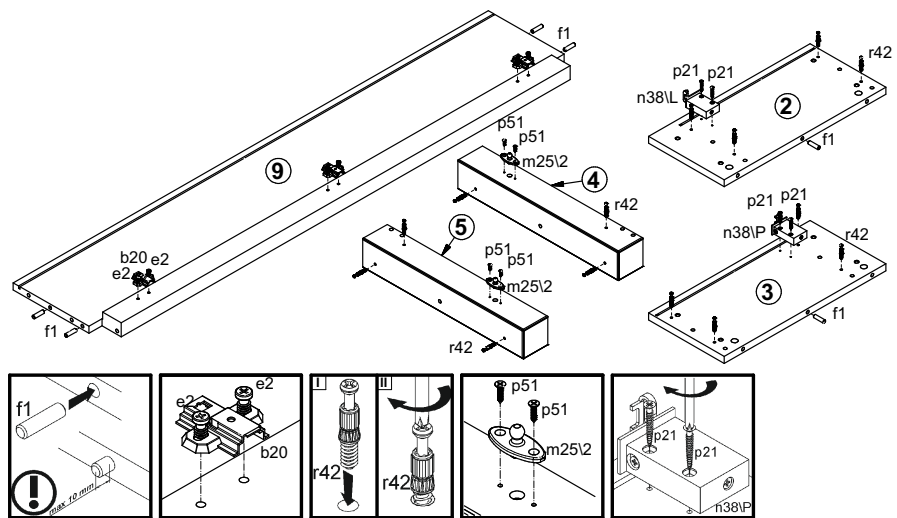

Рисунок 2
3. В отверстия  $\varnothing 5$  мм на нижней поверхности щита **9** закрепить направляющие петель **b20** еврошурупами **e2** (см. рис. 2).
4. В отверстия  $\varnothing 5$  мм на внутренних поверхностях стенок боковых **2** и **3**, на задней и боковой поверхностях стоек **4, 5** вкрутить винты стяжки **r42** (см. рис. 2).
5. На внутренних поверхностях стоек **4** и **5** в отверстия диаметром **3 мм** (кернения) шурупами **p51** закрепить шарнирные элементы **m2512** газовых кронштейнов **m2516** (см. рис. 2).
7. На внутренних поверхностях стенок боковых **2** и **3** в отверстия диаметром **3 мм** (кернения) шурупами **p21** закрепить петли для навешивания **p38L** и **p38P** (см. рис. 2).